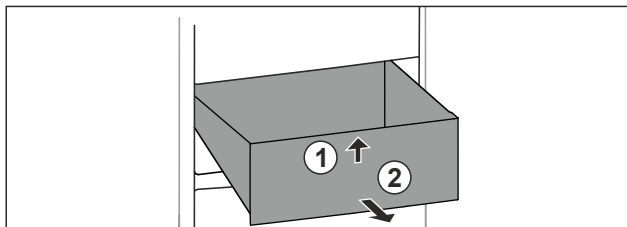

Fig. 136
- Ngrini lart sirtarin në pjesën përpara. Fig. 136 (1)
- Hiqeni sirtarin nga përpara. Fig. 136 (2)